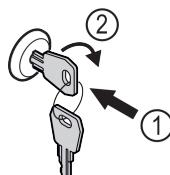

Fig. 191
- Вставьте ключ. Fig. 191 (1)
- Поверните ключ на 90° по часовой стрелке. Fig. 191 (2)